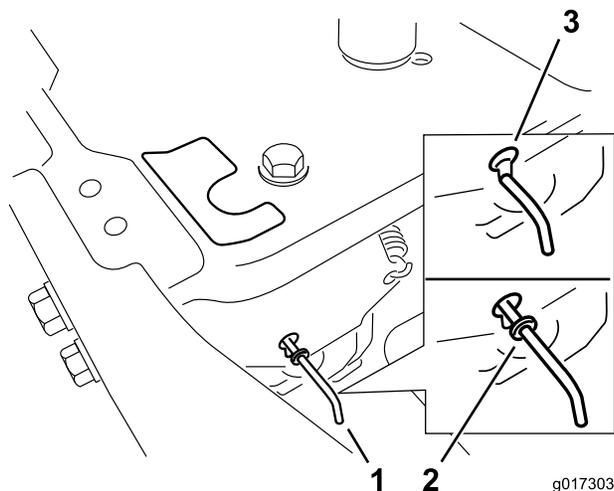

Figure 28
- Amenez les leviers de dérivation en avant dans l'encoche en trou de serrure, puis vers le bas pour les verrouiller en position, comme montré à la Figure 28. Assurez-vous de le faire pour chaque levier.
Déplacez les leviers de dérivation en arrière dans l'encoche en trou de serrure, puis vers le bas pour les verrouiller en position, comme montré à la Figure 28. Assurez-vous de le faire pour chaque levier.